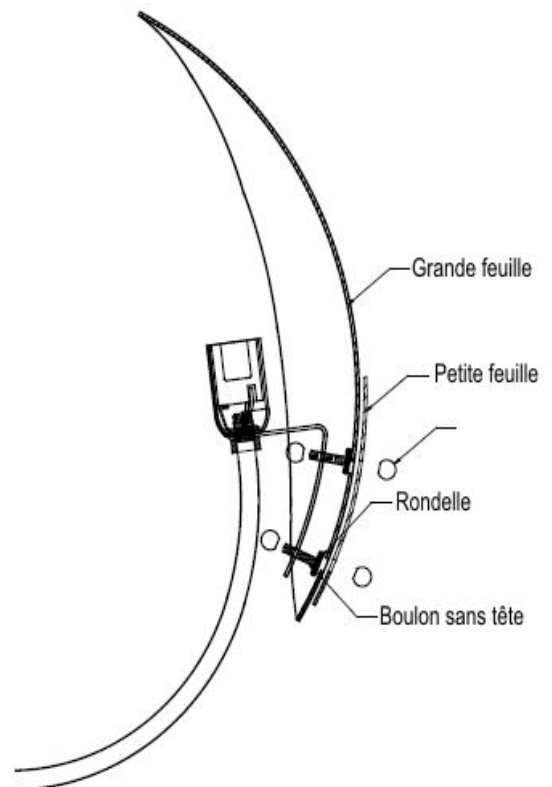

FIGURE-03
6. Place the lamp into the socket of the fixture, then fasten the leaves into the fixture. (See Figure-03)
6. Placer l'ampoule dans la douille du luminaire, puis fixer les feuille dans le luminaire. (Voir figure-03)